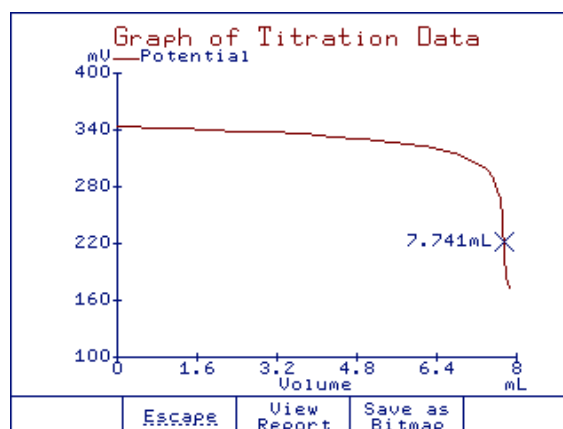

Figura 4 Ponto Final Fixo (mV)
**Ponto Final Fixo (mV)** As leituras de mV vs. volume de titulante são exibidas (ver Figura 4).